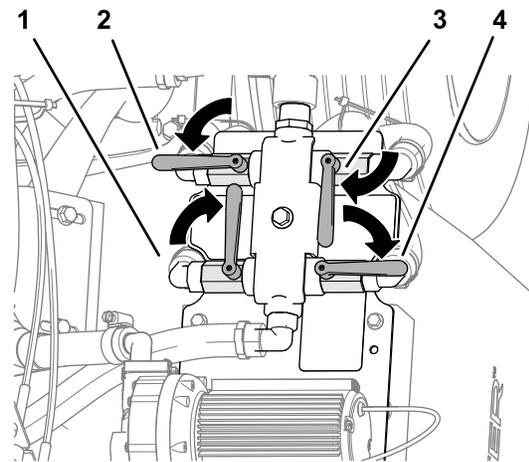

Figure 36
4. Tournez les poignées des vannes comme montré à la Figure 36.